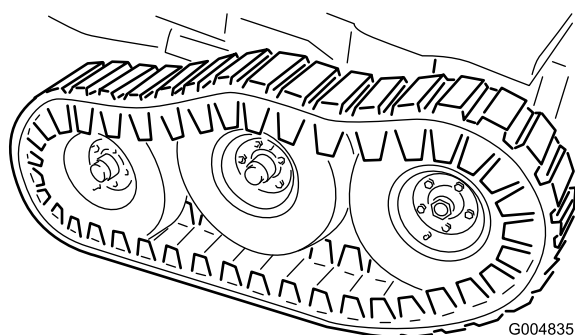

Figura 54
26. Baixe o apoio de solo até as rodas da frente sustentarem a estrutura. Instale as anilhas planas (1/2 pol.) e as porcas de bloqueio no perno da articulação bogie (Figura 54) e aperte com 102 N·m.